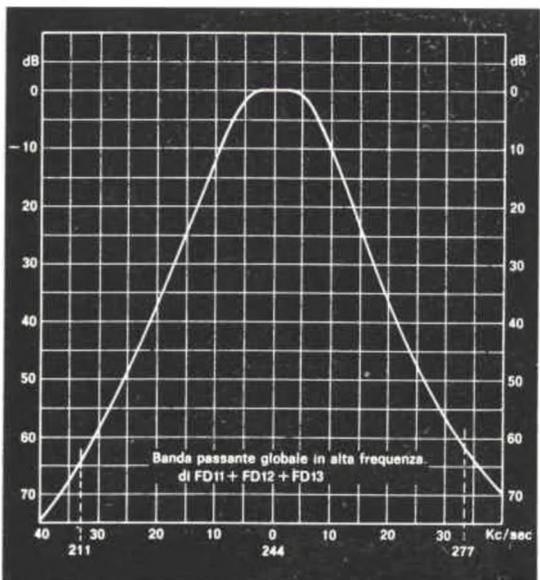

figura 2
I valori dei Q di lavoro (Q_{nL}) che compaiono nella (2) si stabiliscono in modo tale da ottenere dall'insieme dei due filtri di banda, una banda passante di 5 kHz (figura 2) In ogni canale, così da assicurare un'attenuazione delle portanti dei canali adiacenti maggiore di 60 dB.